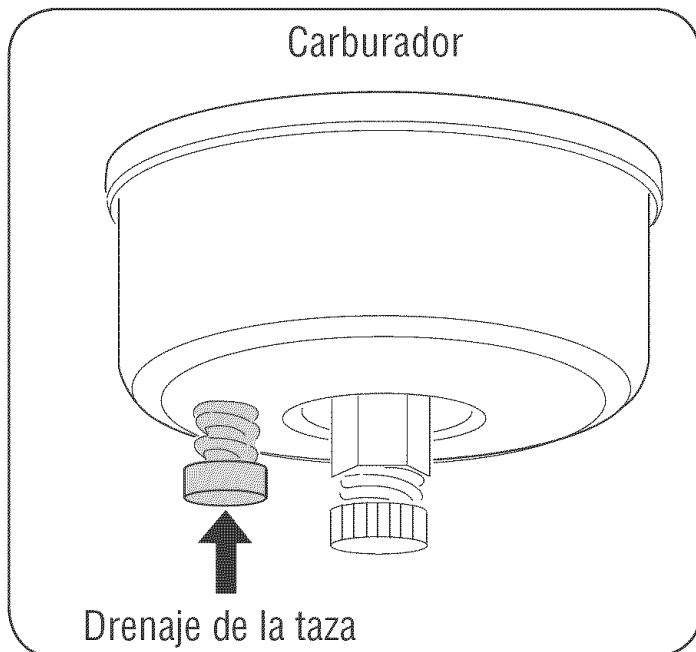

Figura 26
3. Drene el carburador presionando hacia arriba el drenaje de la taza, ubicado debajo de la cubierta del carburador. Vea la figura 26.
4. Retire la bujía y vierta (1) onza de aceite para motor a través del orificio de la bujía y hacia el interior del cilindro. Cubra el orificio de la bujía con un trapo y ponga el motor en marcha varias veces para distribuir el aceite. Reemplace la bujía.